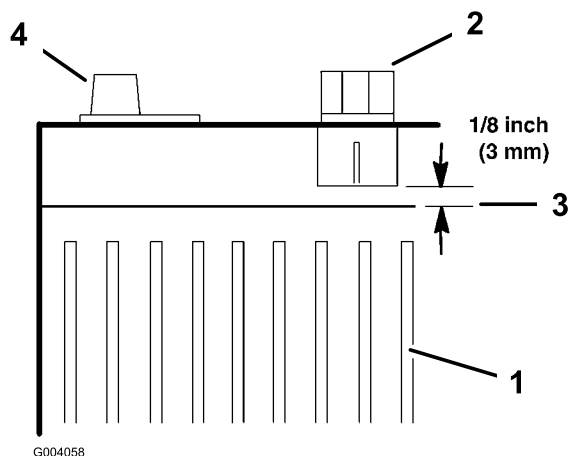

Figure 37
7. Ajoutez la quantité d'eau distillée nécessaire pour que le niveau de l'électrolyte arrive à 3 mm (1/8") du bas de chaque logement de remplissage (Figure 37).